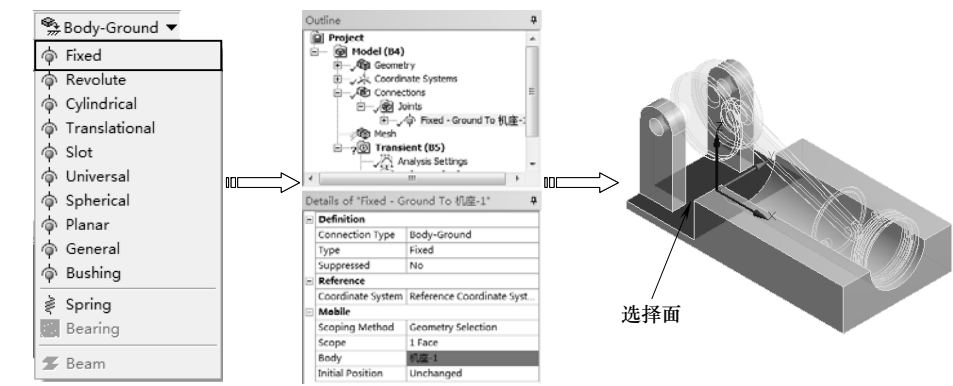

图 10-44 固定
3) 在窗口左侧【Outline (分析树)】中选中【Connections】节点，单击【Connections】工具栏上的【Body-Ground】|【Fixed】命令，分析树中增加【Fix-Ground To No Selection】节点。选择如图 10-44 所示的表面，单击详细设置窗口中的【Mobile】列表中【Body】下的【Apply】按钮完成，如图 10-44 所示。